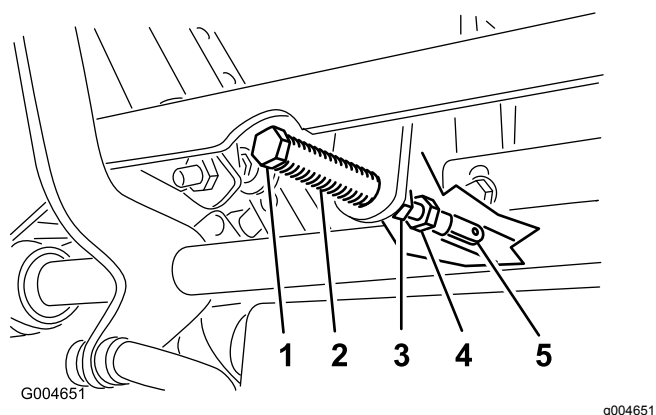

Bild 83
5. Ziehen Sie den Hebel zurück, bis der Lastösenbolzen (am Arm über der Gelenkwelle) das Schlitzende berührt (und soeben Druck auf die Feder ausübt), wie in **Bild 83** abgebildet.
7. Sollte eine Einstellung erforderlich sein, lockern Sie die Mutter und die Klemmmutter gegen das Joch (**Bild 83**).
8. Drücken Sie den Fahrtriebshebel leicht nach hinten, drehen Sie den Kopf der Einstellschraube in die entsprechende Richtung, bis der Schaltbügel Schalthebel in der ARRETIERTEN NEUTRAL-Stellung zentriert ist (**Bild 83**).
9. Ziehen Sie die Mutter und die Klemmmutter an (**Bild 83**).
10. Ziehen Sie die Klemmmuttern an den Kugelgelenken fest (**Bild 83**).